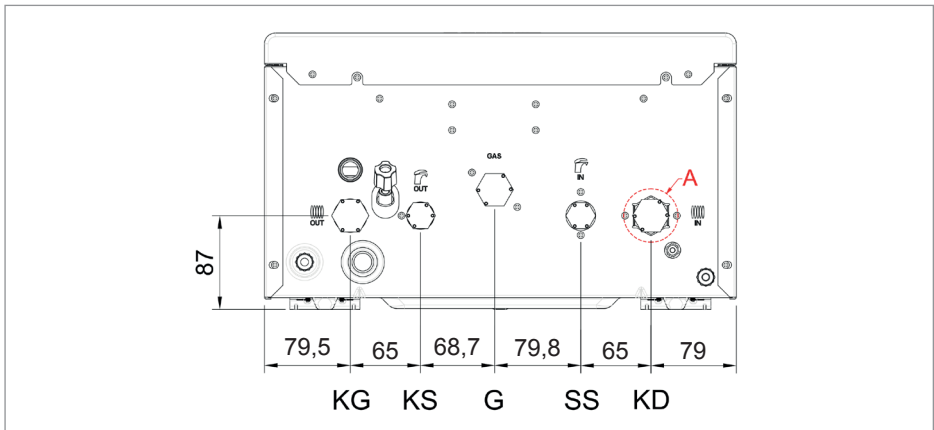

Abbildung 16. Wasseranschlüsse
- ⚠ **Die Verbindung an der Unterseite der Pumpe (Abbildung 16 – die Verbindung in Detail A) sollte bei Verwendung von Gummidichtungen mit einem maximalen Drehmoment von 18 Nm und bei Verwendung von Klingeritdichtungen mit einem maximalen Drehmoment von 30 Nm angezogen werden.**